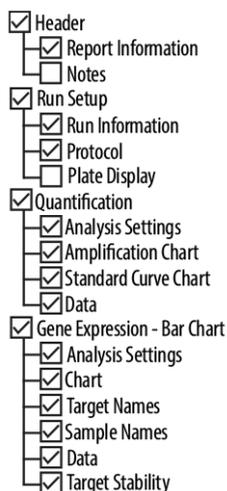

Figura 14: Caixa de diálogo Report (Relatório)
- Certifique-se de que pelo menos o seguinte conteúdo é selecionado para a geração de relatório na parte superior esquerda da caixa de diálogo Report (Relatório) (consulte a figura 14):